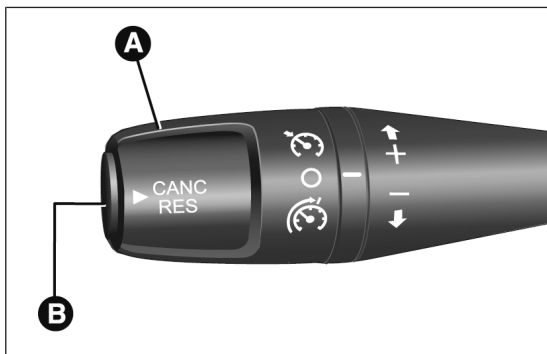

fig. 47
Tourner la bague A fig. 47 sur . L'activation est signalée par l'allumage du témoin sur le combiné de bord et, sur certaines versions, par l'affichage d'un message sur l'écran.
- tourner la bague A fig. 47 sur  et, en appuyant sur la pédale d'accélérateur, amener le véhicule jusqu'à la vitesse souhaitée ;
- appuyer sur le bouton CANC RES (B fig. 47).
Pour activer le dispositif, tourner la bague A fig. 47 sur .